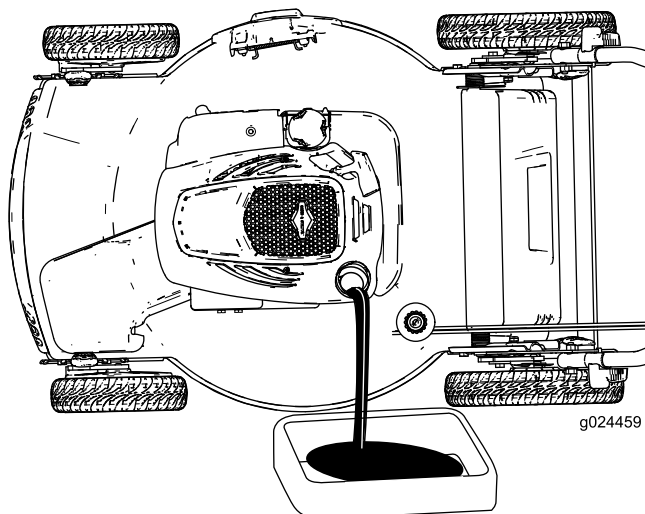
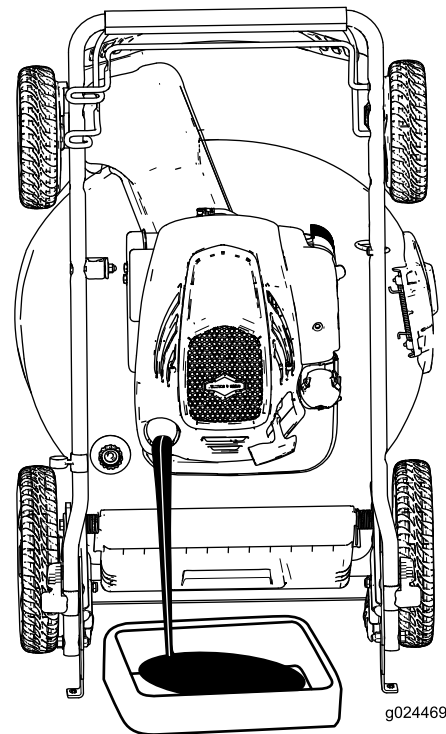

Bild 23
Bild 24
4. Kippen Sie den Rasenmäher seitlich (Peilstab nach unten) (Bild 23) oder stellen Sie die Maschine in die aufrechte Lagerstellung (Bild 24), siehe Lagern der Maschine in der aufrechten Lagerstellung \(Seite 13\), wenn Sie Altöl über den Einfüllstutzen ablassen müssen.